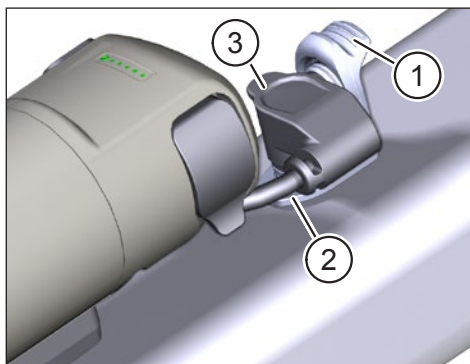

Fig. 8: Branchement du câble de connexion au port de charge
- ▶ Ouvrez le couvercle (élément 1 Fig. 8) du port de charge (élément 2 Fig. 8) situé sur le cadre du vélo.
- ▶ Orientez la fiche (élément 3 Fig. 8) du câble de connexion de manière à ce que les codages de la fiche et du port de chargement coïncident.
- ▶ Insérez la fiche dans le port de chargement puis sécurisez la fiche en rabattant le couvercle (élément 1 Fig. 8).